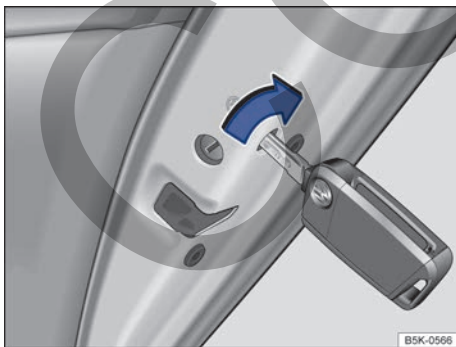

Fig. 58 En el frontal de la puerta trasera derecha: bloqueo de emergencia del vehículo con la llave de este.
- Introduzca el paletón de la llave en la ranura y gírelo → fig. 58.